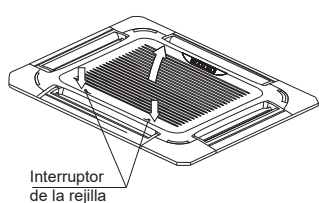

Fig. 5-9
- Ponga los dos interruptores de la rejilla hacia el centro al mismo tiempo, y tire de ellos hacia arriba (véase la fig. 5-9).